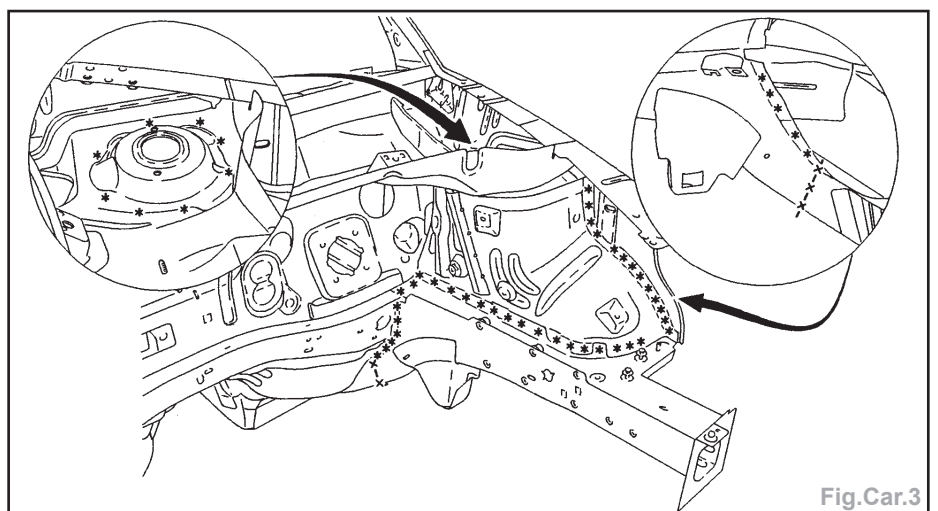

Fig.Car.3
- Dégraffer les points à l'aide d'une fraise de \varnothing 8 mm (Fig.Car.3/4).
- Poser la semelle de longeron et souder par points électriques, cordon MAG et points bouchons MAG (Fig.Car.3/4).